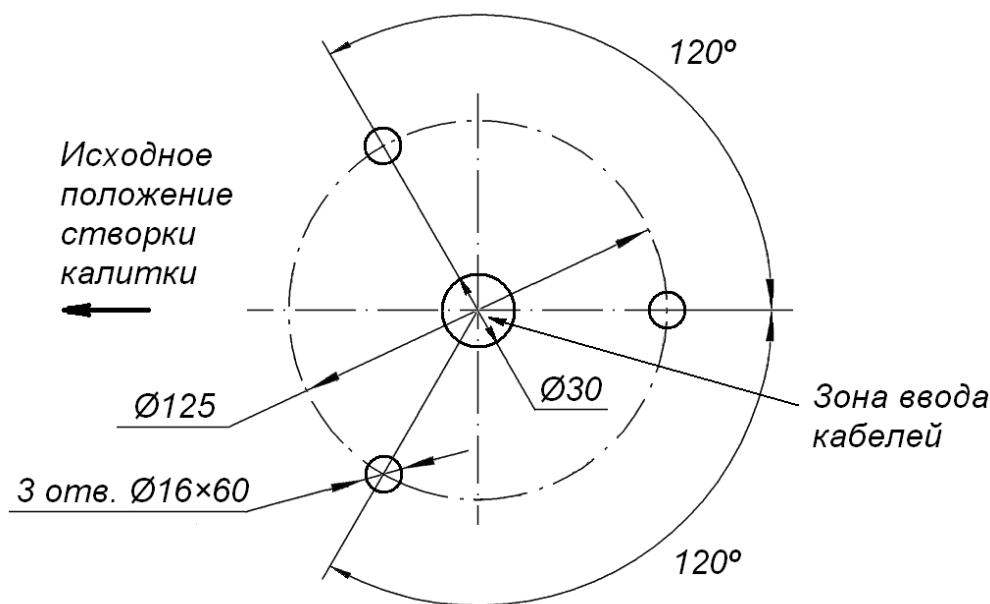

Рисунок 8. Схема разметки для монтажа калитки
- Разметку установочных отверстий следует производить строго по прилагаемой схеме (см. рис. 8), рекомендации даны с учетом комплектации калитки анкерами фирмы «SORMAT» для прочных бетонных полов.
2. Выполните на полу разметку для монтажа калитки в соответствии с рис. 8 и разметку кабельных каналов для прокладки кабеля управления (10), кабеля питания (11). Подготовьте в полу кабельный канал и отверстия для анкеров для крепления стойки калитки. Вставьте гильзы анкеров на всю глубину подготовленных отверстий. К стойке калитки от БУ подведите по кабельному каналу кабель управления (10) и кабель питания (11).